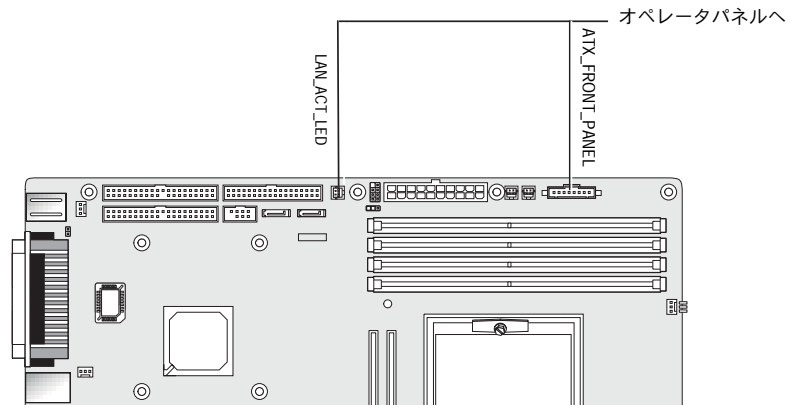

図 4-23 オペレータパネルケーブルの取り外し
6. オペレータパネルをマザーボードに固定している 2 本のコネクタを外し、オペレータパネルをシャーシから引き抜きます (図 4-23 を参照)。